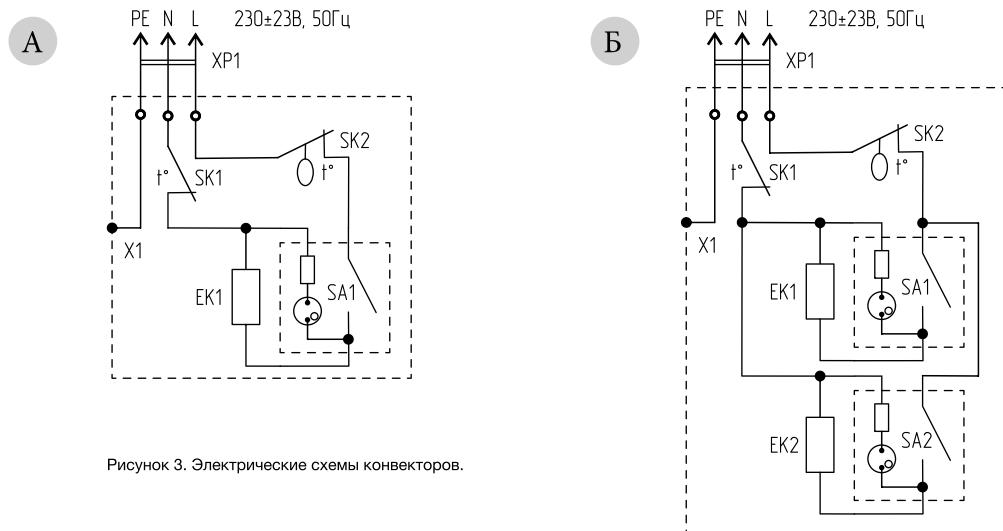

Рисунок 3. Электрические схемы конвекторов.
2. Схема электрических соединений и узлов конвектора 60-0121 показана на рис. 3, поз. А. Нагревательный элемент имеет один нагреватель ЕК1, в цепь питания которого включены рокерный переключатель с подсветкой SA1, термовыключатель защиты от перегрева SK1 и биметаллический термостат SK2.
3. Схема электрических соединений и узлов конвектора 60-0122, 60-0123 показана на рис. 3, поз. Б. Нагревательный элемент имеет два независимых нагревателя ЕК1 и ЕК2, которые могут включаться независимо друг от друга, обеспечивая 100% или 50% номинальной мощности конвектора. Холодный воздух поступает через прорези в нижней части корпуса внутрь конвектора. Проходя через нагревательный элемент, воздух нагревается и поднимается вверх, выходя из прибора через прорези (2) в верхней части обогревателя;
5. Термостат обеспечивает бесступенчатое управление нагревом: поворот ручки управления (8) по часовой стрелке увеличивает температуру нагрева, поворот против часовой стрелки – уменьшает;
6. Подключение конвектора к питающей сети производится шнуром питания 3x0,75 мм² с вилкой Schuko (CEE 7/4, DIN 49441), обеспечивающим надежное подключение к защитному проводнику (PE);